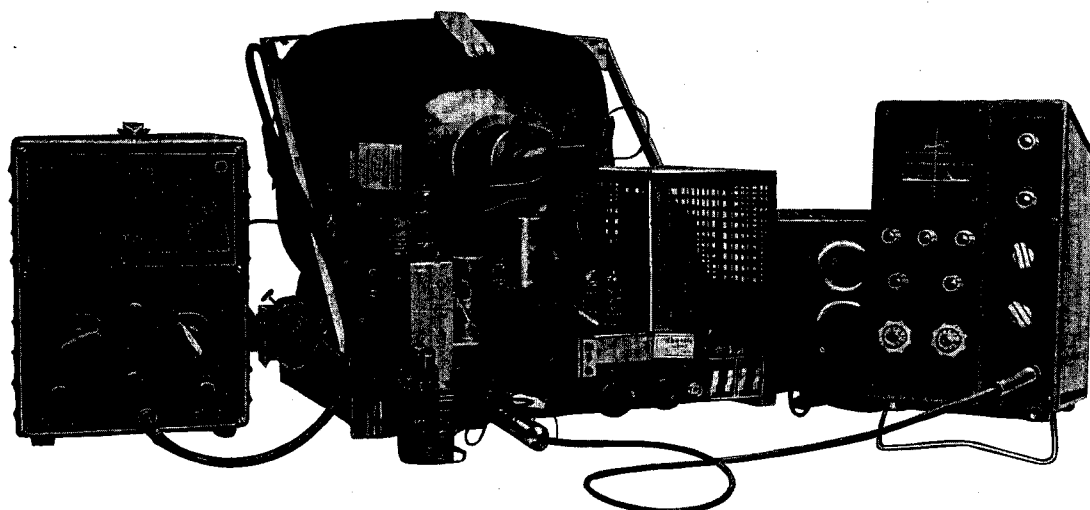

Bild 5 Gesamtmeßanordnung für ZF-Abgleich
Bild 5 zeigt die notwendige Meßanordnung mit Wobbler, Oszillograph und dem zu prüfenden Fernseh-Chassis: Zur Inbetriebsetzung geht man zweckmäßig in folgender Weise vor:
- b) HF-Ausgangsspannung des Wobblers der Mischröhre des Empfängers zuführen. Hierzu benutzt man das zugehörige HF-Kabel und die Aufblaskappe. Die näheren Einzelheiten sind auf dem Bild 5 zu erkennen.